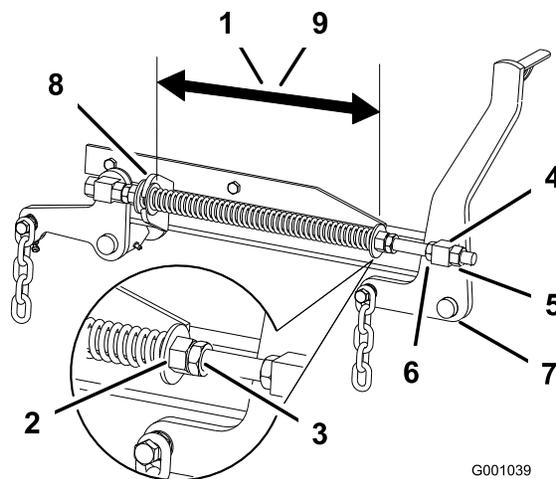

Figura 83
2. Controllate la distanza tra le 2 rondelle grandi, che deve risultare di 28,2 cm per la scocca dei tosaerba da 132 cm e di 26,7 cm per la scocca dei tosaerba da 152 cm (Figura 83).
3. Regolate questa distanza allentando il controdado per molla e girando il dado davanti ad ogni molla (Figura 83). Girate il dado in senso orario per accorciare la molla o in senso antiorario per allungarla.
4. Bloccate il dado serrando il controdado della molla (Figura 83).